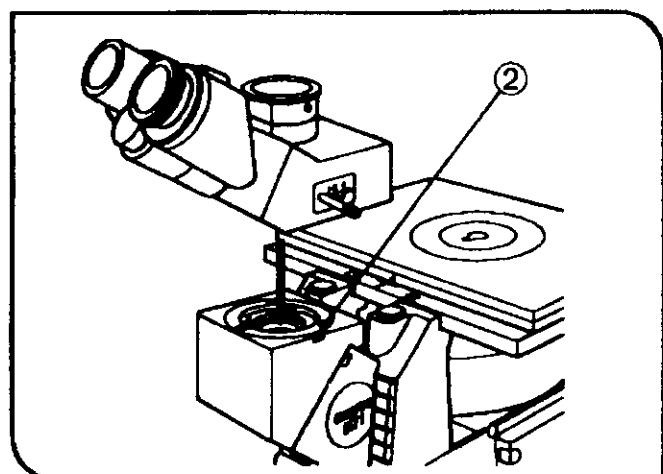

图 100
3. 使用六角改锥，拧松中间筒上的观察筒安装座上的观察筒固定螺丝(2)。(图 100)
1. 将观察筒的环形燕尾接口装到中间筒的观察筒安装座上，要求双目目镜筒面向前方。然后牢固拧紧观察筒固定螺丝(2)。(图 100)